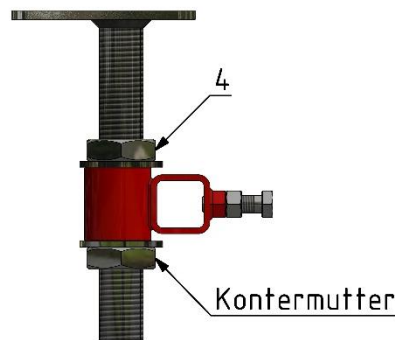

Bild 10
B) Die Einstellmutter wird indirekt gekontert. (s.**Bild 10**) Das heißt, wenn der Verschleiß der Gummilippe soweit fortgeschritten ist, dass auch die Vorspannung der Reinigungsleiste nicht mehr vorhanden ist, bleibt sie ohne weitere Gurtberührung in der Luft hängen.